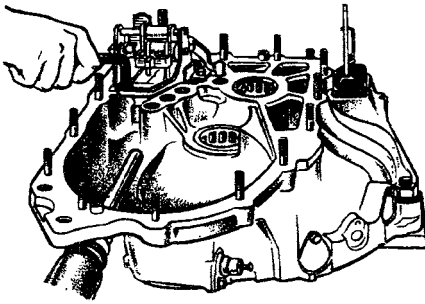

Рис. 8. Снятие механизма выбора передач автомобилей ВАЗ-2108, -2109
9. Ослабление крепления или деформация деталей механизма выбора передач. Затянуть болты крепления или снять механизм выбора передач (рис. 8), разобрать механизм и заменить его деформированные детали.
5. Деформация рычага выбора передач. Заменить неисправный рычаг. Для этого сначала отвертывают болты крепления механизма выбора передач (см. рис. 8) и снимают механизм. Затем отвертывают винт крепления рычага выбора передач и снимают рычаг со штока 4 (см. рис. 7) выбора передач.